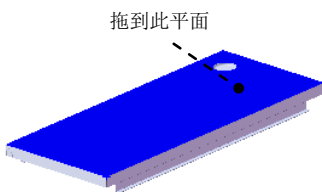

图 17.9.42 定义草图平面
(1) 单击任务窗格中的“设计库”按钮, 打开“设计库”对话框。
(2) 单击“设计库”对话框中的 ch17 节点, 在设计库下部的列表框中选择“case_shaped_tool_04”文件并拖动到图 17.9.42 所示的平面, 在系统弹出的“成形工具特征”对话框中单击 按钮。